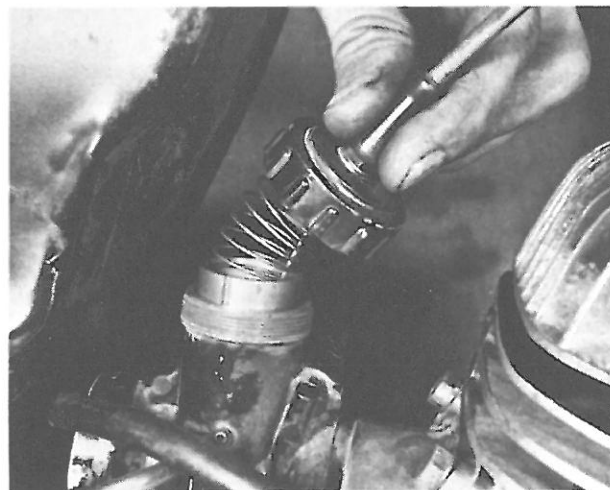

Bild 127
- Vergaserdeckel mit Gasschieber, Feder und Düsenadeln komplett in den Vergaser einbauen. Der zylindrische Gasschieber ist seitlich genutet und ist so einzusetzen, dass ein im Gehäuse vorstehender Stift in die Nut eingreift und sich der Schieber leicht auf und ab bewegen lässt. Beim Aufschrauben des Deckels auf das sehr empfindliche Feingewinde achtgeben! (Bild 127).